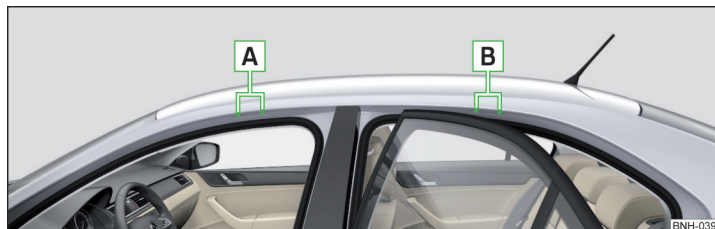

Abb. 82 Befestigungspunkte
**Einbauort der Befestigungspunkte für Grundträger** > Abb. 82